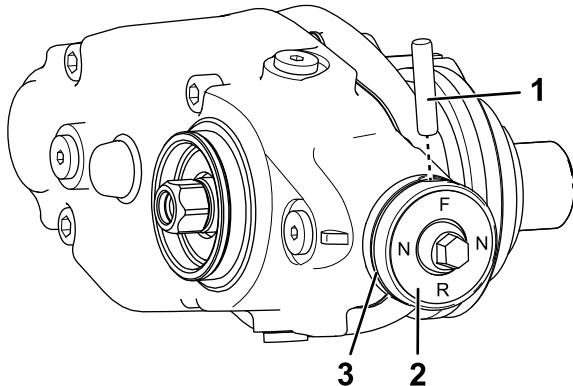

Figure 17
- A. Retirez le joint torique du bouton d'embrayage (Figure 17).
- B. Retirez la goupille de sécurité qui fixe le bouton d'embrayage à l'arbre d'actionneur (Figure 17).
- D. Montez le bouton d'embrayage sur l'arbre d'actionneur au moyen de la goupille de sécurité (Figure 17).